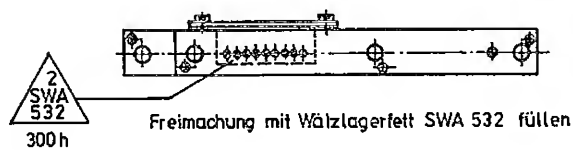

Bild 17 Schmierstelle am Stanzblock
- Ölfilz am Stanzblock 48 b (Bild 17).